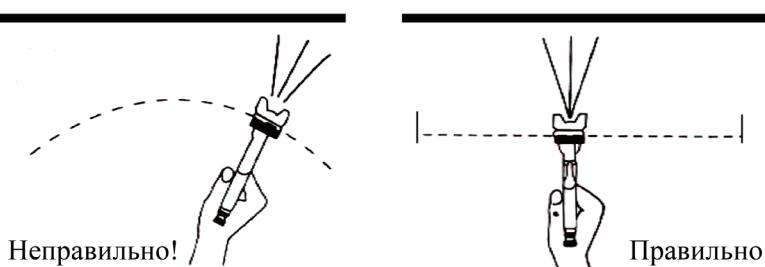

Рис. 3
6.3 Распыление (рис. 3)
лярно поверхности как показано на рис. 3: